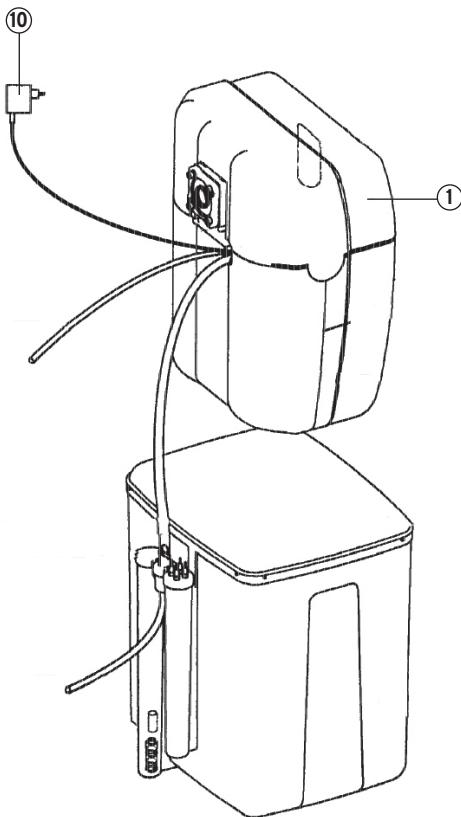

Abb. 2
- a) Steuerkopfhaube (1) (Abb. 2) abnehmen.